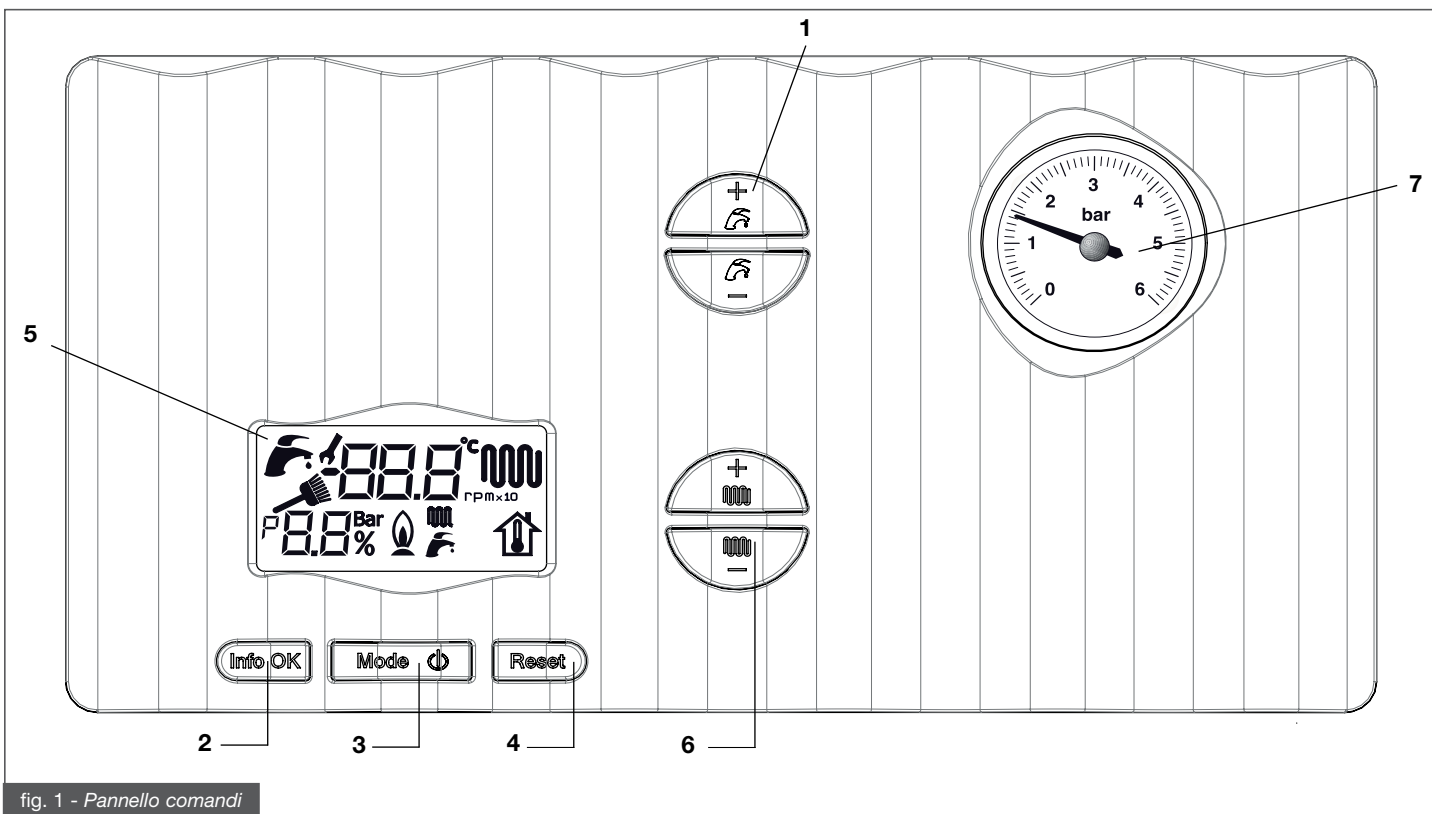

fig. 1 - Pannello comandi
Lampeggia quando si regola la temperatura dell'acqua calda sanitaria con i tasti 1 (fig. 1).
Lampeggia quando si regola la temperatura dell'acqua di riscaldamento con i tasti 6 (fig. 1).
- scegliere il sistema di funzionamento della caldaia agendo sul tasto **3** (fig. 1): OFF/ESTATE/INVERNO/SOLO RISCALDAMENTO;